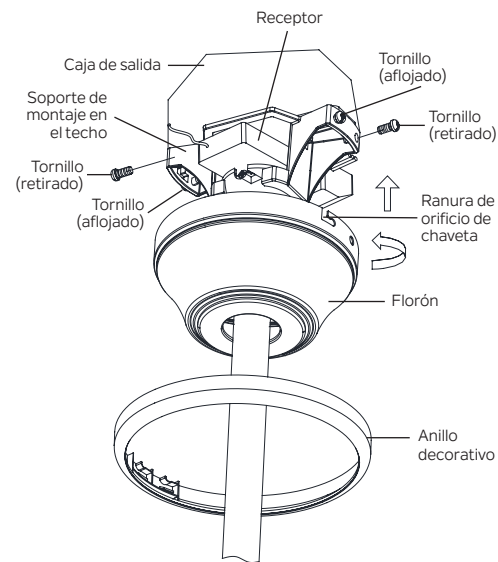

Figura 15
Paso 2. En la parte superior del soporte de montaje en el techo, hay 4 tornillos preinstalados (2 a cada lado). A cada lado del soporte de montaje en el techo, afloje el primer tornillo (izquierdo) apenas lo suficiente para que el tornillo pueda bloquearse en una ranura de "orificio de chaveta" del florón. Retire el segundo tornillo (derecho). **(Figura 15)**
Paso 4. Vuelva a instalar los 2 tornillos que se retiraron en los orificios alineados del florón y el soporte de montaje en el techo. Apriete los cuatro tornillos para asegurarlos. **(Figura 15)**